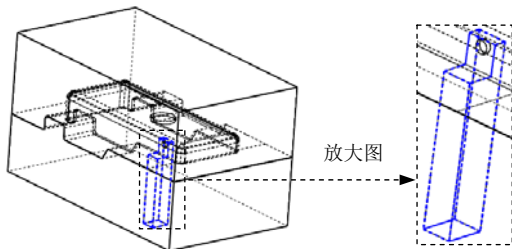

图 10.5.17 斜销的创建
Step5. 单击“型心”对话框中的  按钮，完成图 10.5.17 所示的斜销的创建。